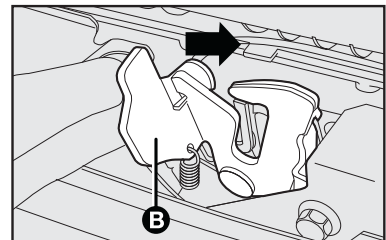

fig. 73
- deslocar no sentido da seta a alavanca **B-fig. 73** como indicado na figura.